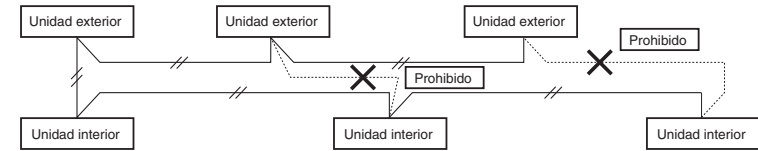

Fig. 5-1
- (1) Cuando enlace las unidades exteriores en una red, desconecte el terminal extendido desde la clavija de cortocircuito (CN003, negra de 2 contactos, situación: parte inferior derecha del tablero PCB principal exterior) desde todas las unidades exteriores con excepción de cualquiera de las unidades exteriores. (Cuando salen de fábrica: En estado cortocircuitado).
- (2) No instale los cables de control entre unidades de forma que se cree un bucle. (Fig. 5-1)